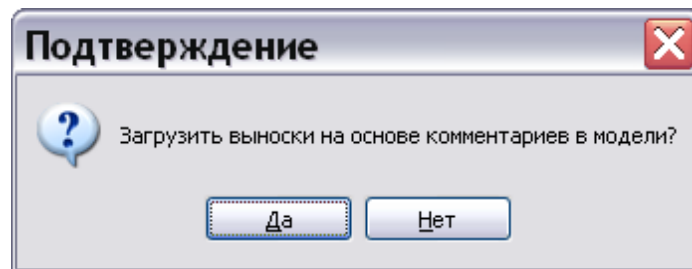
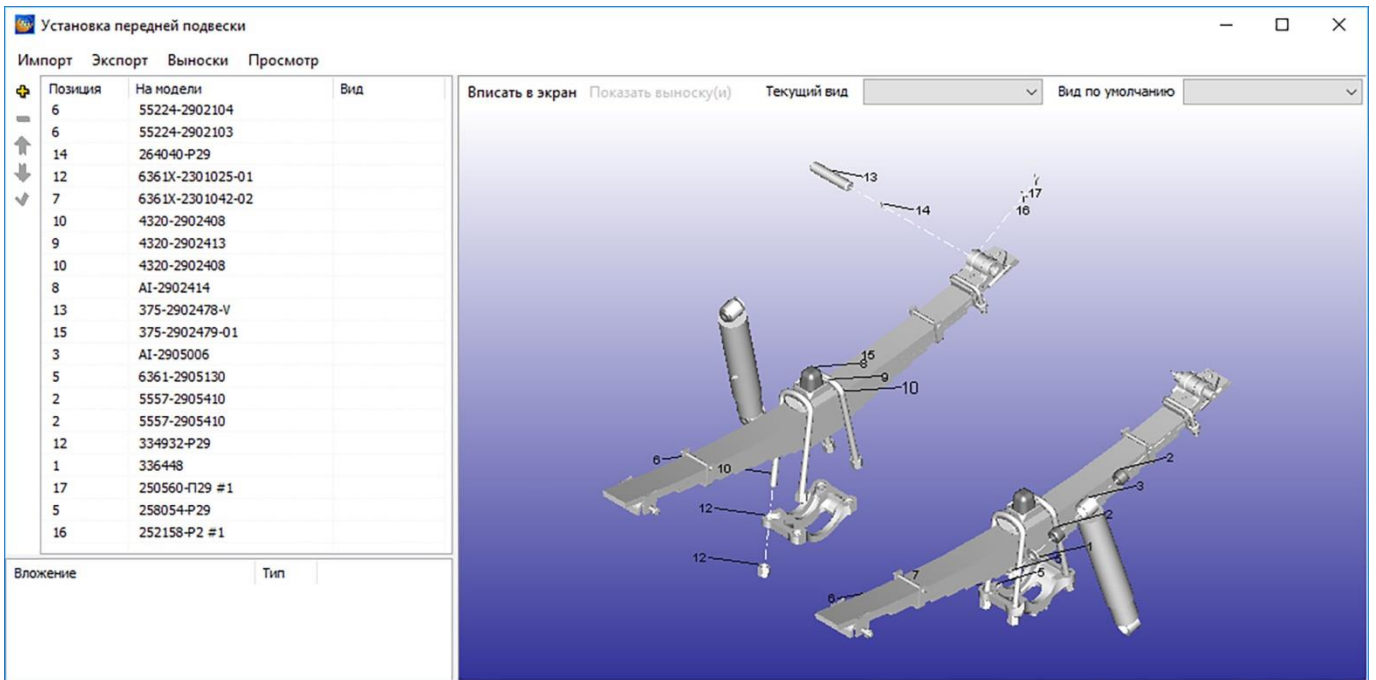

Рисунок 464
Рисунок 465
7) Подтвердите загрузку выносок (рисунок 464). После этого модель появится в окне (рисунок 465).